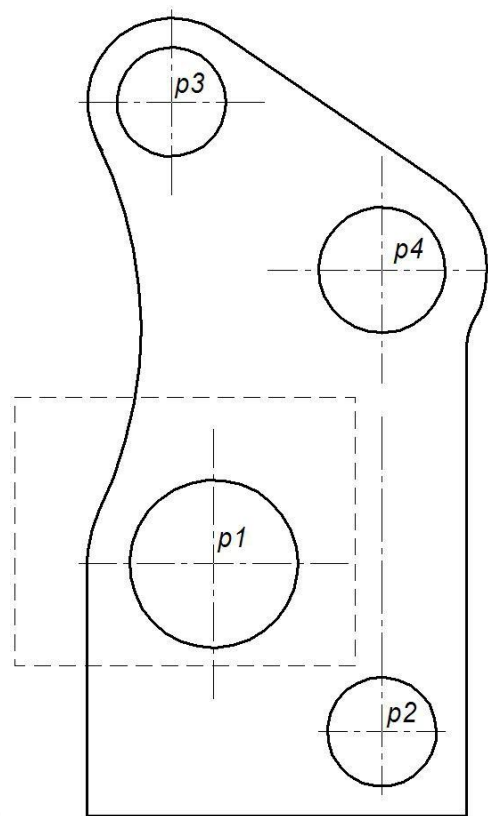

рис. 7
Результат выполнения команды **Усечь кривую** приведен на рис. 7.
13. Используя команду **Увеличить масштаб рамкой** увеличить участок детали, указанный на рис. 7 пунктирной линией.